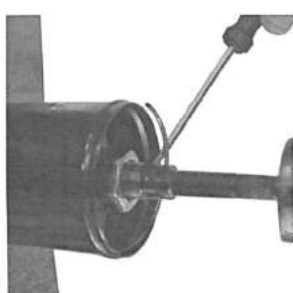

Bild 2
- 3.3. Sicherungsring entnehmen und zur Wiederverwendung bereitlegen (**Bild2**).